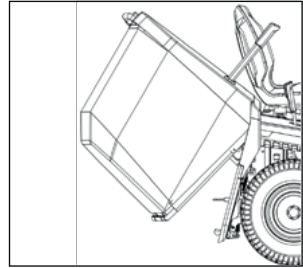

Рис. 14
8.7 Опустошение травосборника (рис.14)